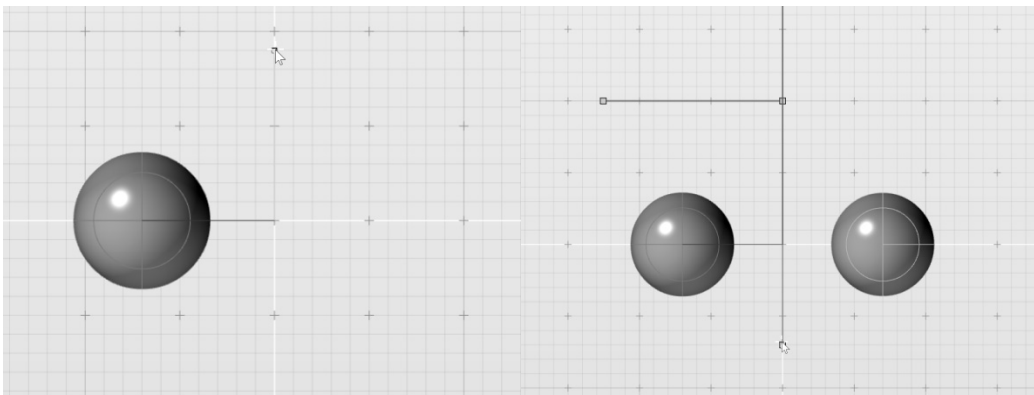

图 2-88 绘制镜像平面第 1 个点(左)和绘制镜像平面第 2 个点(右)
2) 在建模工具栏中的“转换”卷展栏下,选择“镜像”工具并选取球体作为镜像对象。当控制台提示“镜像平面起点”时,单击 Y 轴上任意一点位置(此时请使用捕捉栅格工具作为辅助,通常开启捕捉栅格#2);当控制台提示“镜像平面终点”时,再单击 Y 轴上另外任意一点位置,即可绘制出镜像对象,如图 2-88 所示。